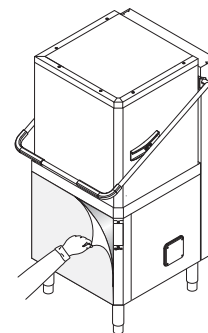

Figure 7 Retrait de la pellicule
- Retirer lentement le film de protection des panneaux extérieurs sans les arracher pour éviter d'y laisser des résidus de colle. (Figure 7).